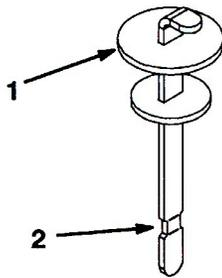

図 15
4. 補給口の首からディップスティックを抜き、きれいなウェスでていねいに拭う。もう一度首に差し込んで引き抜き、オイルの量を点検する。FULL 位置 (図15) まであればよい。